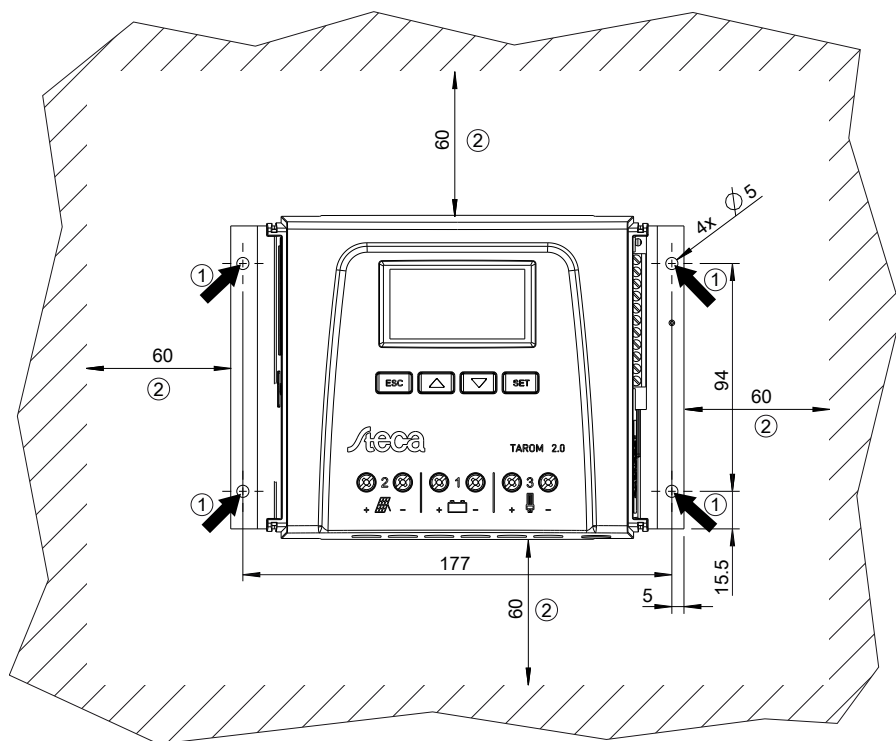

Fig. 4: Ouvertures de fixation ① et espaces libres ②
- La zone autour du régulateur présente de toutes parts un espace libre minimal de 60 mm. L'espace libre fait référence au régulateur *sans* les caches ; voir la position ② de la fig. 4.
- Ne percez pas à travers les ouvertures de fixation ① (fig. 4).
3. ➤ Posez le régulateur en position horizontale sur la surface de montage et dessinez les trous de montage à travers les ouvertures de fixation ①.